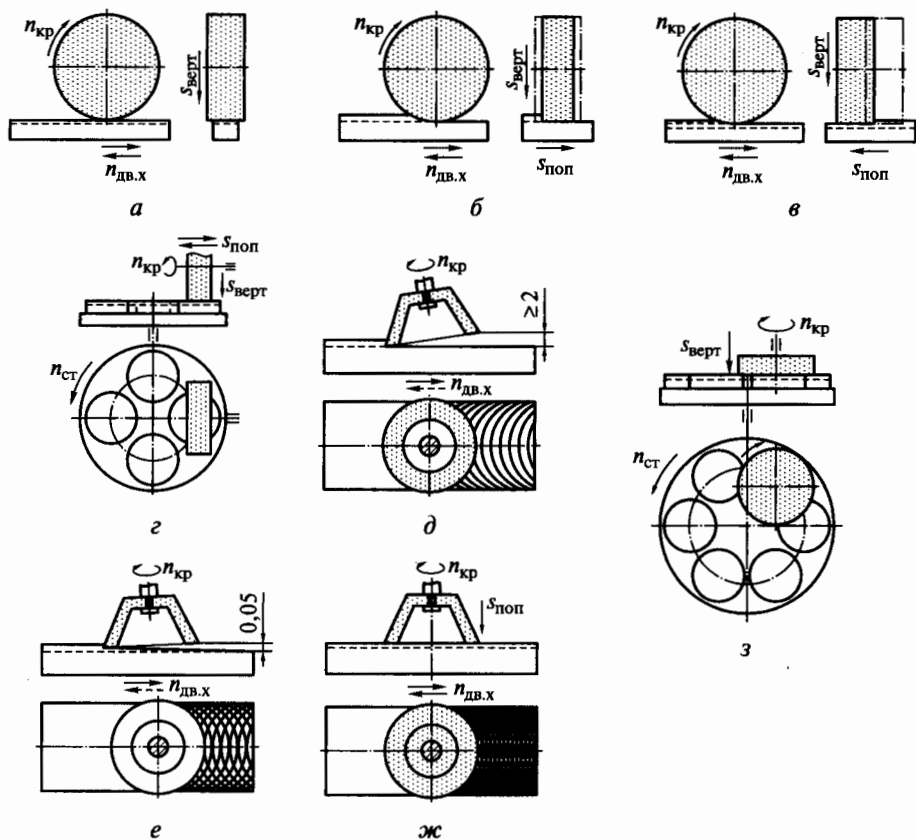

Рис. 5.16. Схемы плоского шлифования
50. Назовите схемы плоского шлифования, изображенные на рис. 5.16. Укажите их особенности и область применения: